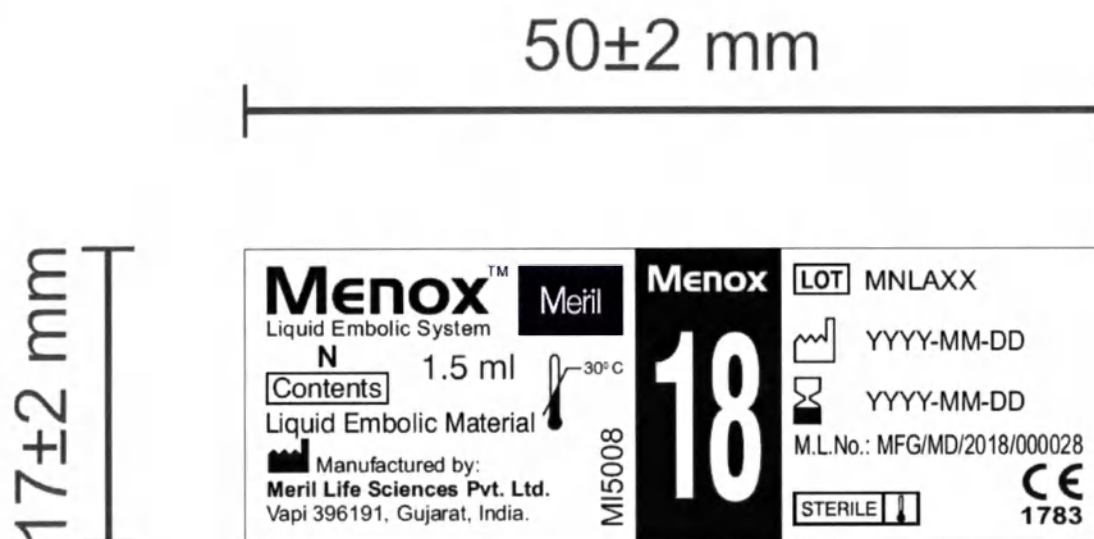

Рисунок 1: Внутренняя этикетка ЖЭМ Menox™
• Внутренняя этикетка (см. рис.1), наносимая на флакон с жидким эмболическим материалом Menox™, должна содержать: